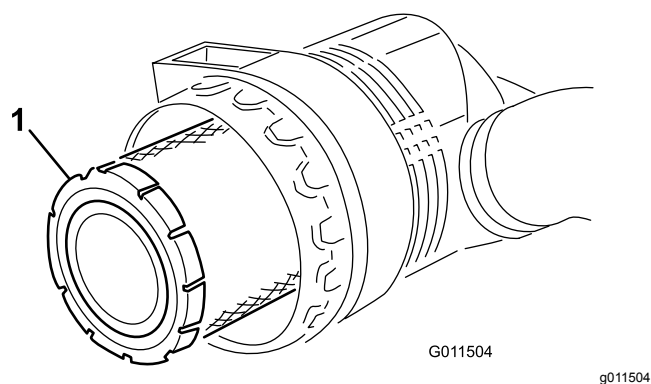
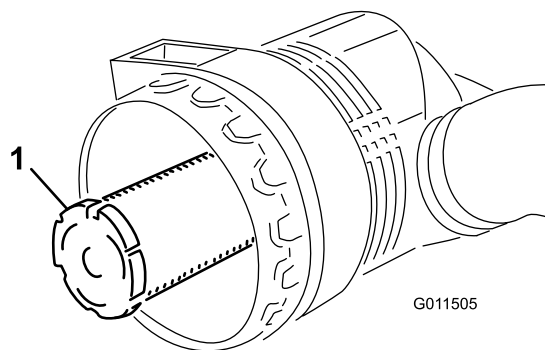

Figure 72
Figure 73
3. Déposez le préfiltre (Figure 72). Il est déconseillé de nettoyer les éléments usagés car cela risque d'endommager le matériau du filtre. Vérifiez que l'élément de rechange n'a pas été endommagé pendant le transport. Vérifiez l'extrémité d'étanchéité du filtre et du boîtier. N'utilisez pas l'élément s'il est endommagé. N'enlevez **pas** l'élément de sécurité (Figure 73).
Important: N'essayez jamais de nettoyer l'élément de sécurité (Figure 73). Remplacez-le une fois sur trois, quand vous effectuez l'entretien du préfiltre.
4. Remplacez le préfiltre (Figure 72).